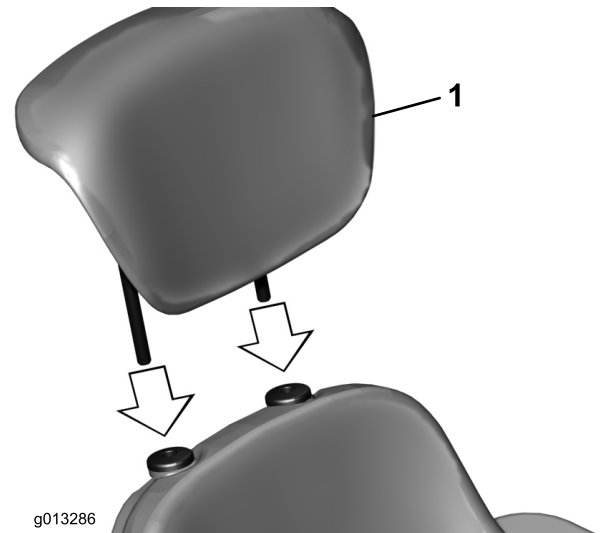

Figure 4
7. Insérez les tubes de rallonge de dossier dans les douilles et réglez-les à la hauteur voulue (Figure 4).